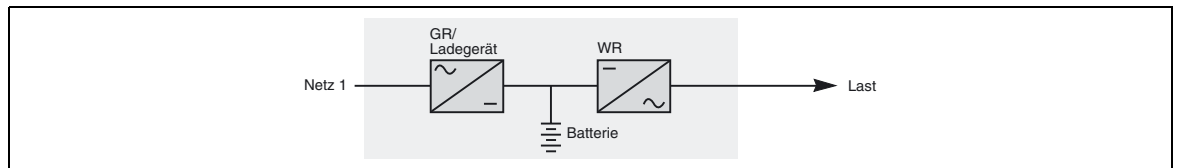

Abb. 4
- USV-Parallelblock oder Frequenzwandler mit Batterie: Abbildung 4.